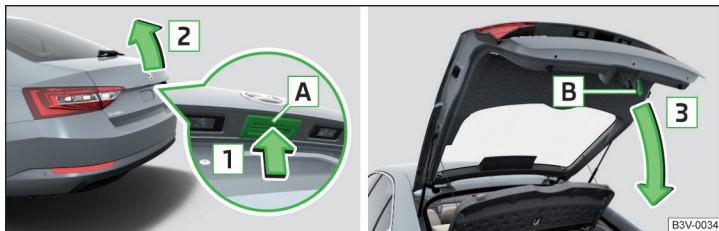

Fig. 58 Abrir/cerrar la tapa del maletero
- Zum Öffnen die Taste **A** in Pfeilrichtung **1** drücken » fig. 58.
Die Taste **A** » fig. 58 wird beim Anfahren bzw. ab einer Geschwindigkeit von mehr als 5 km/h deaktiviert. Después de parar y abrir una puerta se volverá a activar la tecla.
- Se desactiva la tecla **A** » fig. 58 de la pág. 72 cuando se arranca o a partir de una velocidad de más de 5 km/h. Después de parar y abrir una puerta se volverá a activar la tecla.